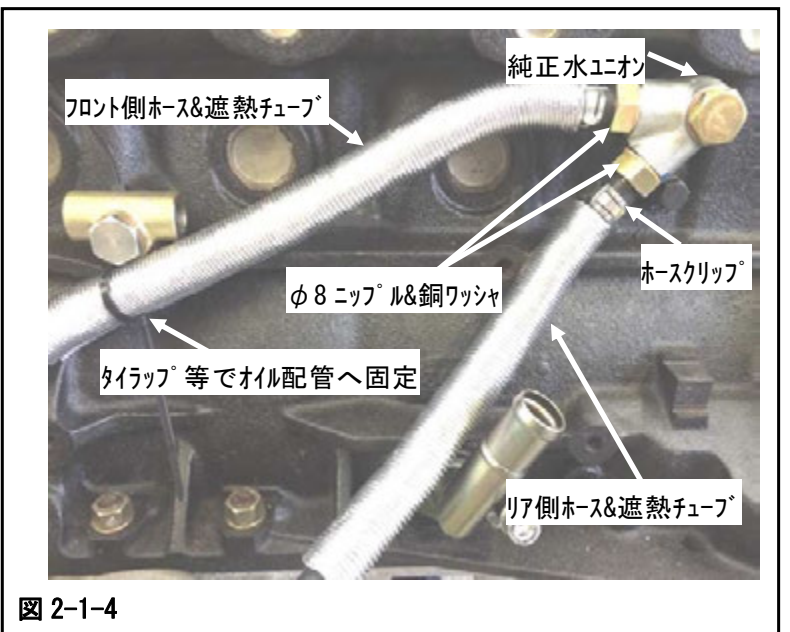

図 2-1-4
(8) キット内の水ホースおよび遮熱チューブをそれぞれ以下の寸法で切断してください。
(9) ブロックの純正水ユニオンにφ8ニップルを取付け、ホースおよび遮熱チューブを取付けてください。(図 2-1-4)